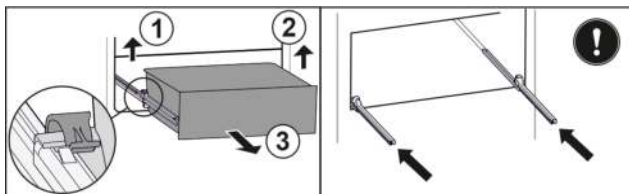

Fig. 112
- Linke Klemme anheben und gleichzeitig Schubfach links nach vorne ziehen. Fig. 112 (1)
- Rechte Klemme anheben und gleichzeitig Schubfach rechts nach vorne ziehen. Fig. 112 (2)
- Schubfach nach vorne entnehmen. Fig. 112 (3)